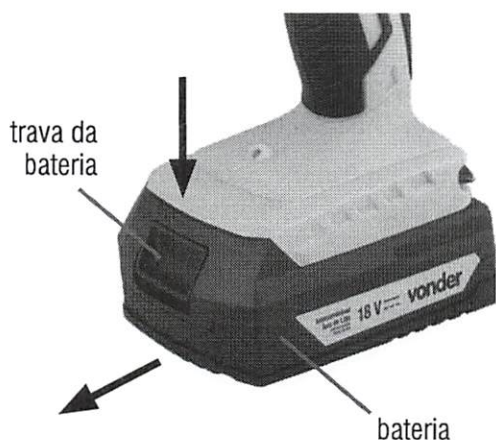

Fig. 2 – Retirando a bateria
- Para retirar a bateria, pressione a trava e, em seguida, puxe a bateria, conforme mostra a Fig. 2.